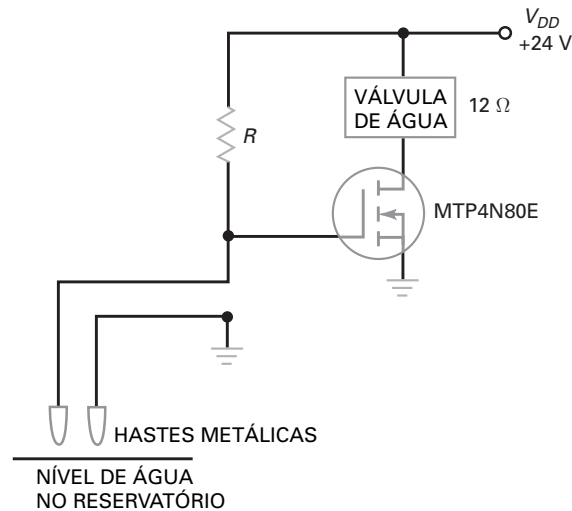

Figura 12-56
- 12-29** A tensão de alimentação na Figura 12-56 é trocada para 12 V e a válvula de água é substituída por outra com uma resistência de 18 Ω . Qual é a corrente na válvula de água quando as hastes metálicas estiverem dentro d'água? E quando elas estiverem fora da água?